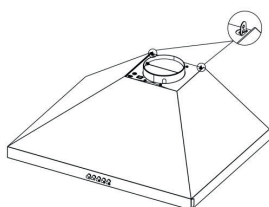

Рисунок 12
10. Протянуть внутренний воздуховод вверх через внешний воздуховод и закрепить винтом **3,5 x 6,5 RYSB** на листе внутреннего патрубка дымохода, ранее прикрученного к стене (Рис. 12).